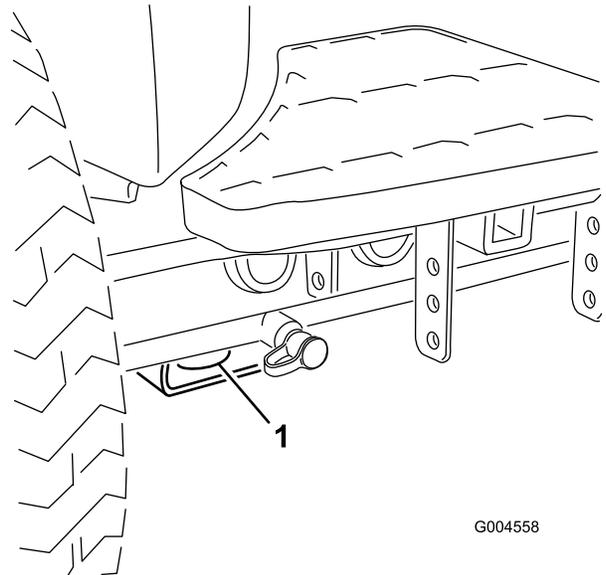
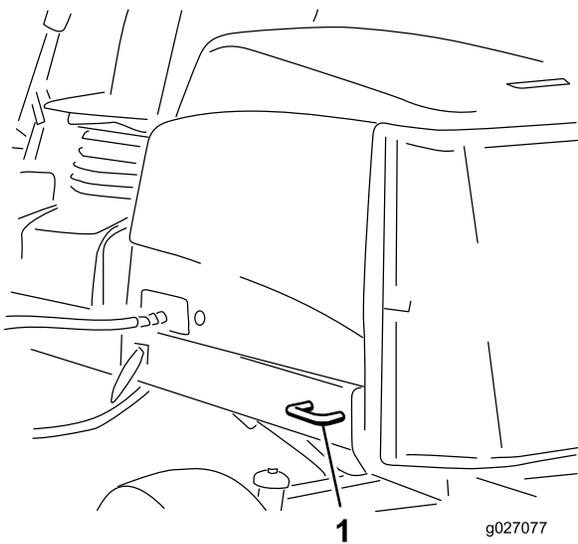

图37
图38
- 前部——矩形垫片上的孔，位于每个前轮胎的轴管下（图37）。
- 后部——机器后部机架的两侧（图38）。
5. 使用机器上的金属栓系点，用箍带、链条、缆绳或绳索将机器牢牢固定在拖车或卡车上（图37 和图38）。
- 前部——矩形垫片上的孔，位于每个前轮胎的轴管下（图37）
- 后部——机器后部机架的两侧（图38）